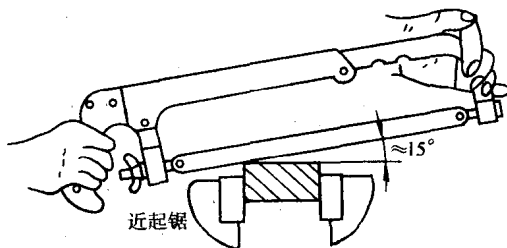

图 1-1-22 近起锯
- 2) 近起锯 如图 1-1-22 所示。锯齿易突然切入工件过深，易被工件棱边卡住，不易掌握。